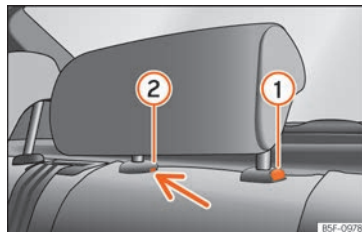

Abb. 149 Hintere Kopfstütze in der Mitte: Entriegelungsstelle.
- Zum Einstellen der Kopfstütze auf eine niedrigere Höhe die Taste  »» **Abb. 149** drücken und die Kopfstütze nach unten schieben.